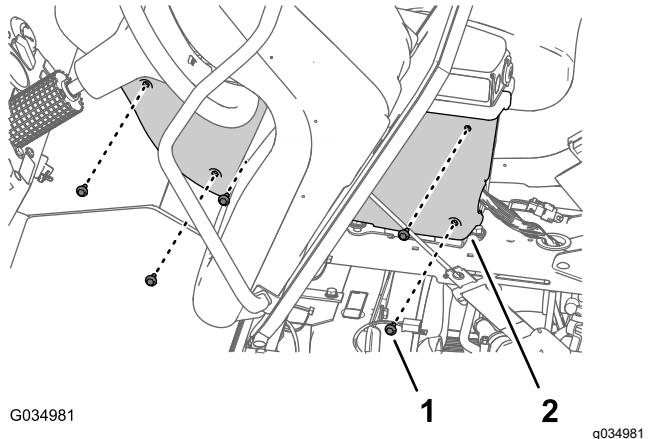

Figure 103
- Fixez le couvercle sur la console centrale à l'aide des 5 boulons à embase (1/4 x 3/4 po) retirés précédemment (Figure 103), et serrez les boulons à un couple de 5,20 à 6,78 N·m (46 à 60 po-lb).